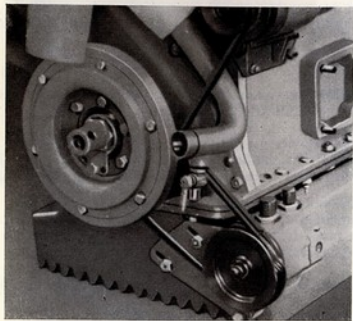

Fig. 37. - Accionamiento de la bomba de presión
- Aflojar las 3 tuercas de fijación al soporte (Fig. 37).
com. Esta operación se efectuará de acuerdo con las instrucciones siguientes (fig. 37 bis):
Fig. 37 bis. - Tubos de purga de la servo-dirección